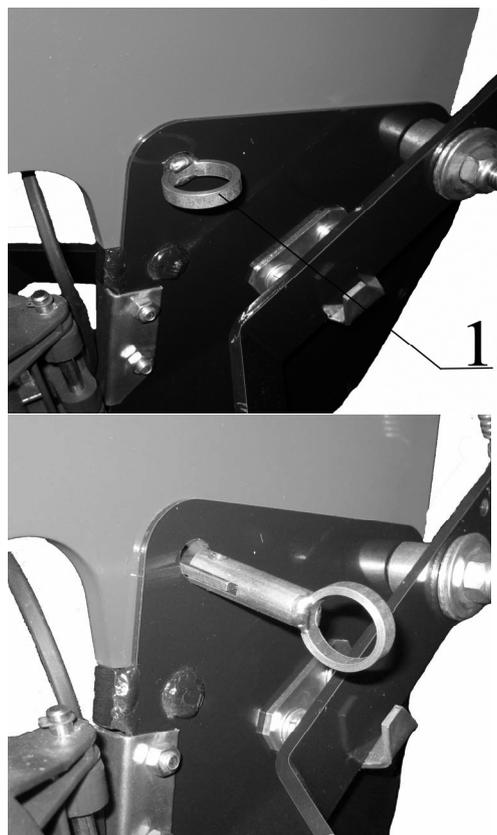

Рис.16
- 2) Для отведения анкерного сошника необходимо извлечь фиксирующий ключ из посадочного отверстия. (поз.1 рис.16) Для этого нужно замыкающую планку ключа поднять в горизонтальное положение и повернуть ключ на 90 градусов а затем потянув за кольцо ключа извлечь его из посадочного отверстия. (рис. 16)